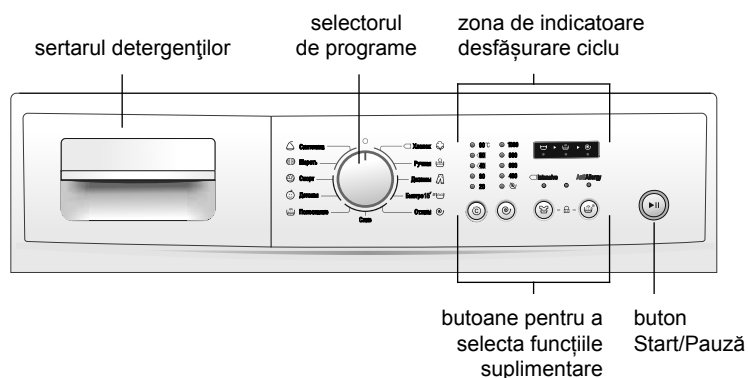

Figura 1 — Panou de comandă
1.1.1 Organele de comandă a mașinii de spalat se află pe panoul de comandă cum se arată în figura 1.